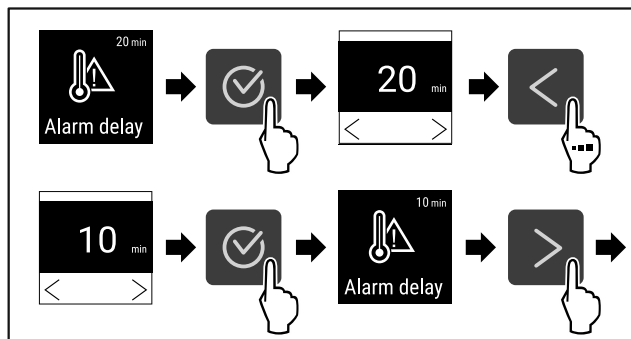

Fig. 99
- Complete steps (see Fig. 99).